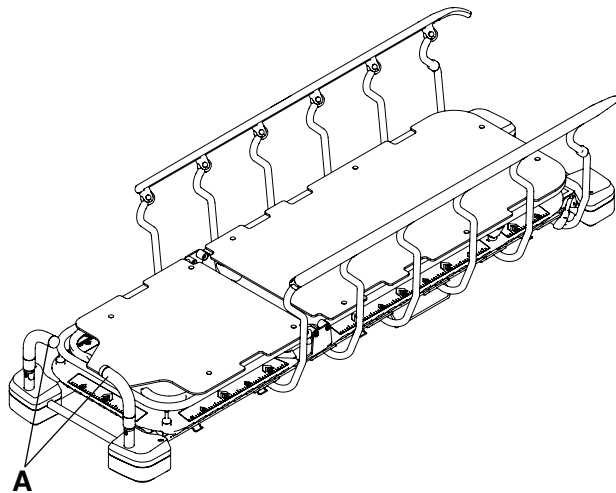

Figura 6 – Posizionamento delle maniglie di spinta del lato testa
2. Fare ruotare le maniglie di spinta del lato testa (A) nella posizione di utilizzo (Figura 6).